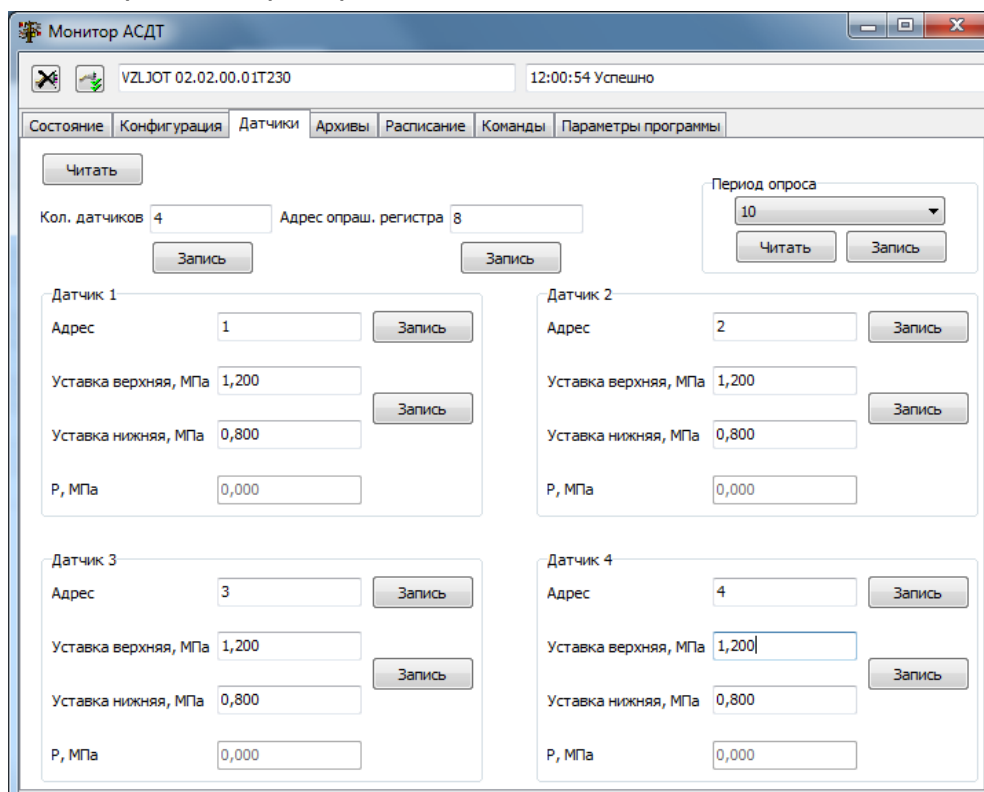

Рис.6. Вид вкладки «Датчики».
3.1.5. На вкладке **Датчики** (рис.6) введите значения установочных параметров для преобразователей давления.